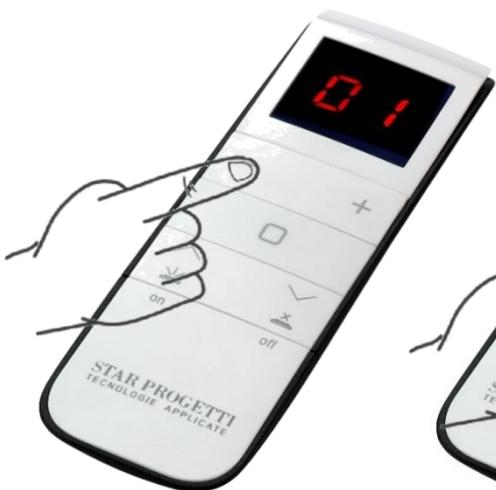

Fig.6
- En 10 segundos, utilice los botones "+" y "-" para seleccionar el canal [1-12] elegido para la asignación. Ejemplo «canal 1» en Fig. 6.